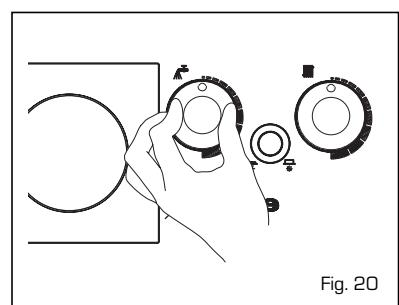

Fig. 20
- Reglarea temperaturii pe circuitul de incalzire se efectuează, prin acționarea rozetei termostatului (fig. 20).